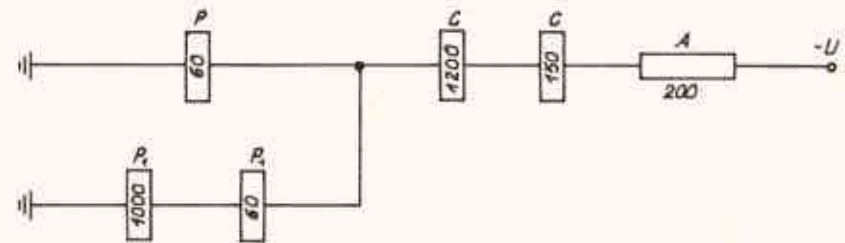

Abb. 2.10 – Stromlaufplan
6. Nachstehend ist ein vereinfachter Schaltungsauszug aus dem Wählsystem 50 dargestellt, wobei das P-Relais P_1 auf die bereits bestehende Fernsprechverbindung P 60 aufprüft; $-U = 60\ \text{V}$ (Abb. 2.10).